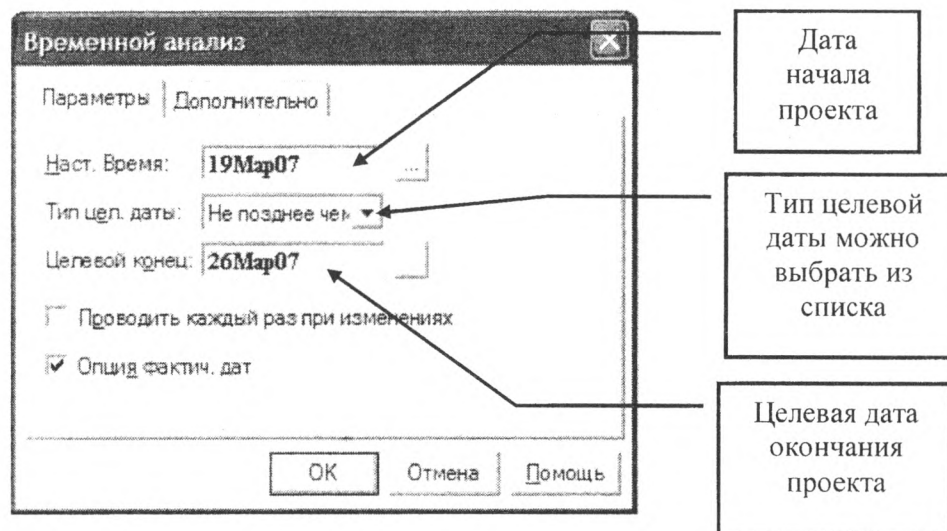

Рис. 12. Структура окна *Временной анализ*
3. В диалоговом окне **Временной анализ** заполните необходимые поля (рис. 12).
✓ В появившемся диалоговом окне **Временной анализ** все поля будут уже заполнены (см. рис. 12), так как эту информацию Вы внесли на первой лабораторной работе, когда заполняли вкладку **Статус** окна **Информация о проекте**.